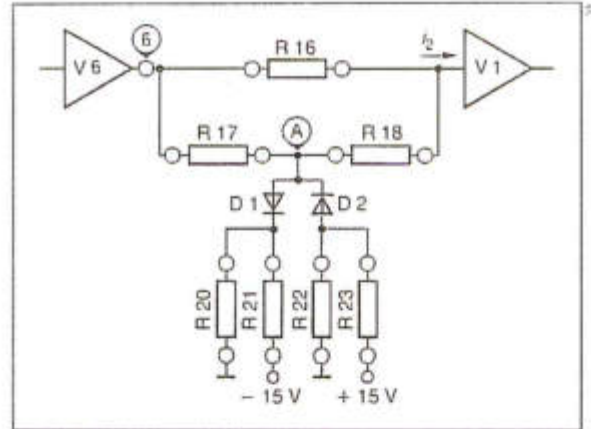

Abb. 4: Linearisierungsnetzwerk
Dem Zündwinkel proportional ist der Ausgangsstrom i_2 (Abb. 4), des Linearisierungsnetzwerkes. Der Strom i_2 steigt linear mit der Reglerausgangsspannung $U_{(6)}$, bis sich am Punkt (A) die Diodenschleusenspannung einstellt. Bei weiterer Erhöhung von $U_{(6)}$ bleibt der Strom über R 18 konstant und eine weitere Zunahme von i_2 kann nur noch über R 16 erreicht werden. Das ergibt einen nichtlinearen Zu-